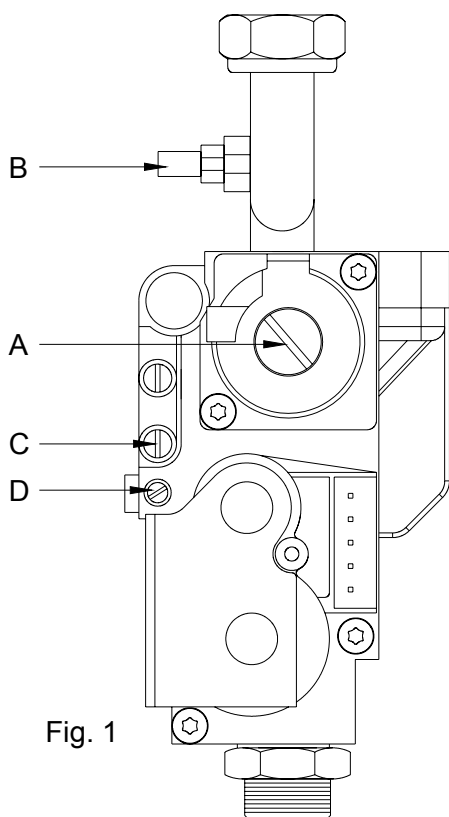

Fig. 1
- ouvrir la prise de pression B (voir fig.1 page 28) du bloc gaz et y relier le manomètre gaz.
- dévisser le bouchon aluminium de protection repère A du bloc gaz (voir fig.1 page 28).